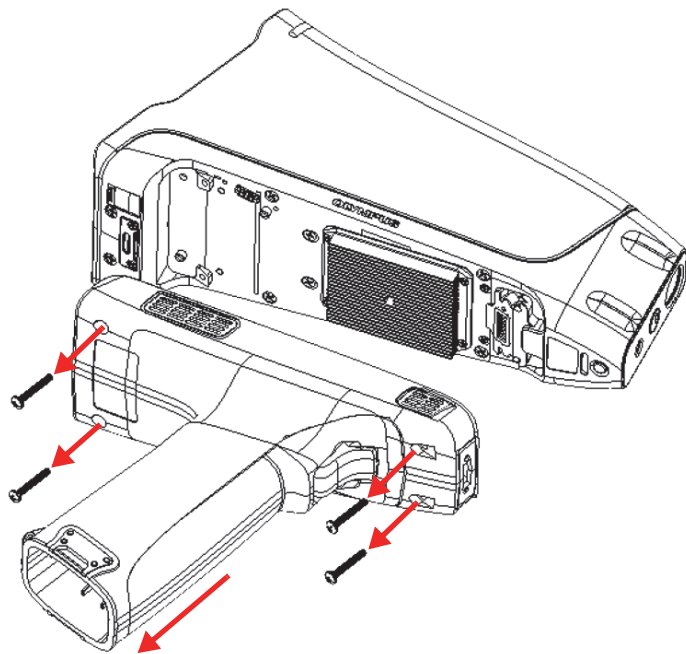

图 4-9 拆下手柄
3. 使用十字槽型螺丝刀，取下固定住手柄的4个螺钉，并从Vanta分析仪的机身上取下手柄（参见第100页的图 4-9）。